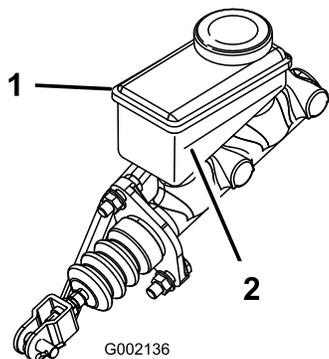

Bild 55
5. Lesen Sie den Flüssigkeitsstand am Stutzen an der Seite des Behälters ab (**Bild 55**).
- B. Füllen Sie DOT 3-Bremsflüssigkeit in den Behälter, bis der Füllstand über der Minimum-Markierung liegt (**Bild 55**).